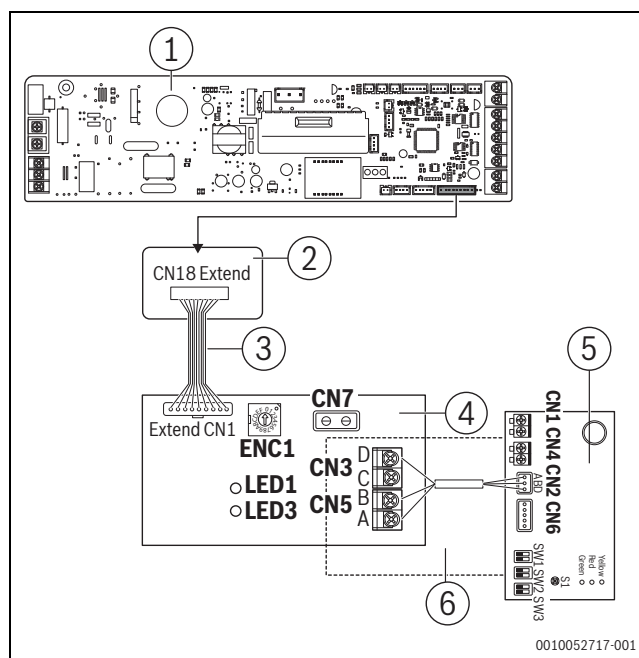

Rys. 3
3. Zabezpiecz zestaw komunikacyjny 10 wkrętami ST3.9 i przeciągnij przewód przyłączeniowy przez otwór niskiego napięcia do odpowiedniego zacisku "Extend CN18" na końcu płyty głównej (Rys. 3).